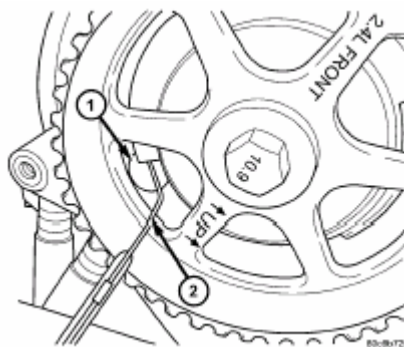

Рис. 4. Регулировка датчика ПРВ:
4. **Воздушный зазор датчика – 0,76 мм.** Отрегулируйте воздушный зазор между задней частью диска синхронизации и торцом датчика на 0,76 мм. Лучше всего это сделать, используя L-образный проволочного типа щуп для свеч зажигания (рис.4). Можно также использовать плоский латунный щуп толщиной 0,76 мм.